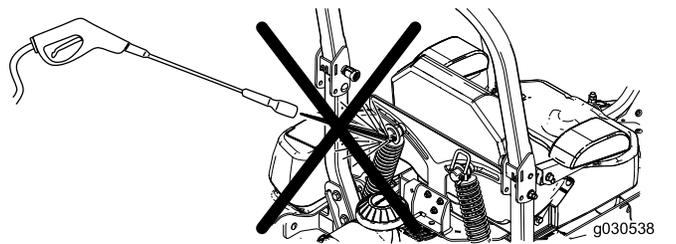

Figura 89
**Nota:** No limpie los conjuntos de choque con agua a presión (Figura 89).